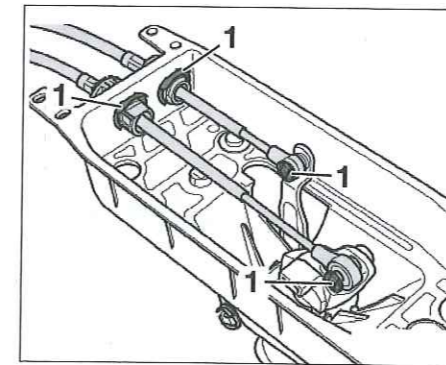

Fig. 12
- Desmontar los segmentos de freno (1) (Fig.12) y los cables de la caja de palanca de velocidades.